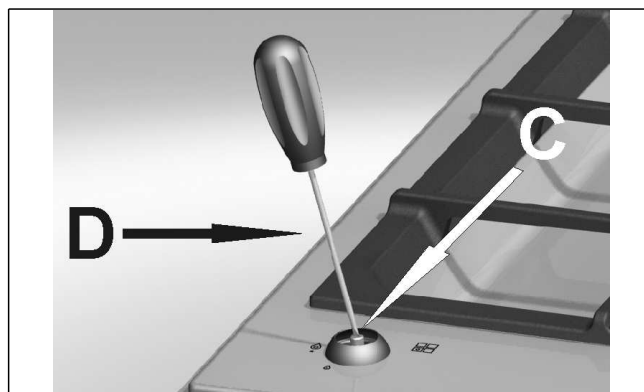

РИС. 12
- Снимите ручку вентиля «М» (рис. 12), которая просто надевается на стержень и больше ничем не закреплена.
- Вставьте маленькую отвертку «D» в отверстие «С» (рис. 12) и поворачивайте вправо или влево стопорный винт, до тех пор, пока пламя конфорки не отрегулируется до соответствующего положению «Минимум».